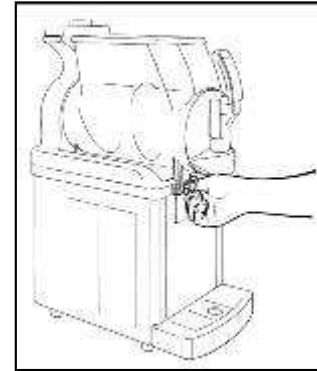

Рис. 27
- Unscrew the bowl knobs (Рис.27).